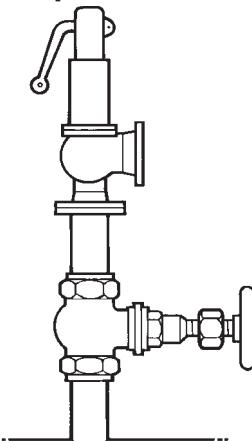

Рис. 2
- 4.3 Не должно быть промежуточного клапана или фитинга, т.е. не должно иметься возможности изолировать предохранительный клапан (рис. 2).